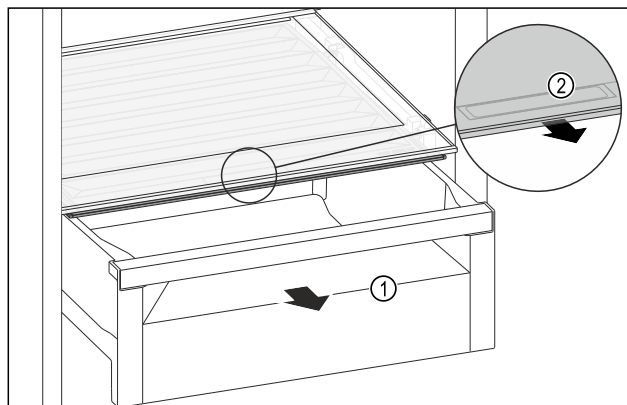

Fig. 110
- Extraer el compartimento Fig. 110 (1).
- Agarrar el tirador empotrado Fig. 110 (2) en la tapa del compartimento y tirar de la tapa del compartimento hacia delante al mismo tiempo.